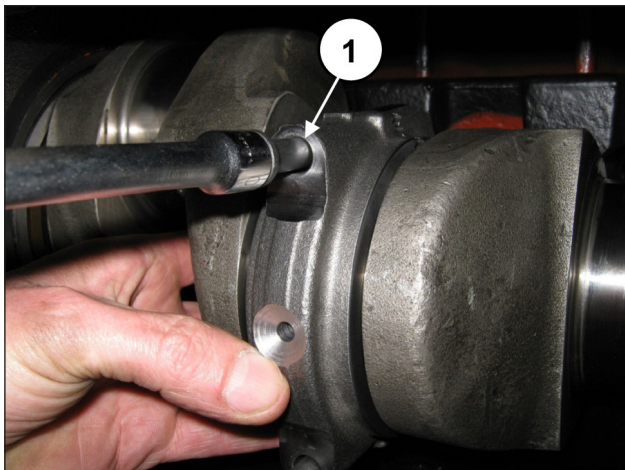

Fig. 68
Fijar los sombreretes a las semibielas con los tornillos M10x1.5x80 (pos. ①, Fig. 68).